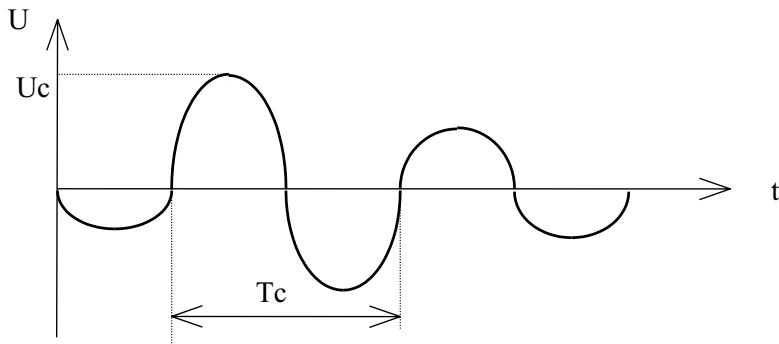

Рис.3
7.4. Установить на разъемах ВЫХОД1 и ВЫХОД2 амплитуды Uс первых положительных полуволн сигналов равные ( $200 \pm 20$ )мВ ( рис. 3 ).
- вращая потенциометр УРОВЕНЬ 1, проконтролировать максимальную амплитуду Uc первой положительной полуволны и период Tc ( см. рис. 3 ) на разъеме ВЫХОД 1;
- вращая потенциометр УРОВЕНЬ 2, проконтролировать максимальную амплитуду Uc первой положительной полуволны и период Tc ( рис. 3 ) на разъеме ВЫХОД 2.